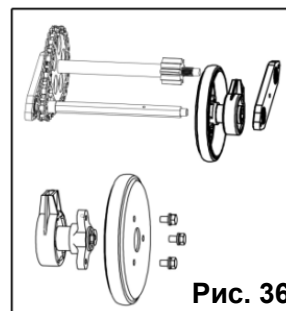

Рис. 36
6. Выверните три винта, которыми боковые пластины фрикционного колеса крепятся друг к другу, замените только резиновое кольцо (см. Рис. 36).